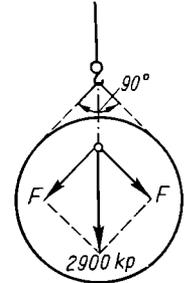

Bild 5
9. Ein Kessel von 2900 kp Gewicht hängt nach Bild 5 an einer umgeschlungenen Kette, deren beide Enden, unter 90° gespreizt, am Kranhaken angreifen. Zu berechnen sind **a)** die von der Kette aufzunehmende Spannkraft F (Kräfteparallelogramm s. Bild 5); **b)** die erforderliche Rundstahldicke der Gliederkette (wie in voriger Aufgabe) für eine zulässige Zugspannung von 600 kp/cm^2 .